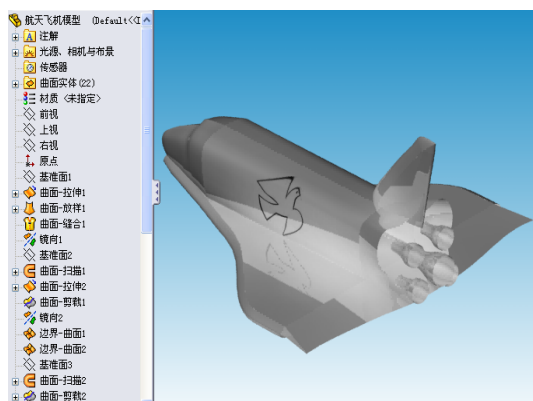

图 8-107 渲染后的图形
⑥ 渲染文件。单击“PhotoWorks”工具栏中的“渲染”按钮 **渲染(R)**，系统按照预定的设置将文件渲染，图 8-107 所示为渲染的航天飞机文件。